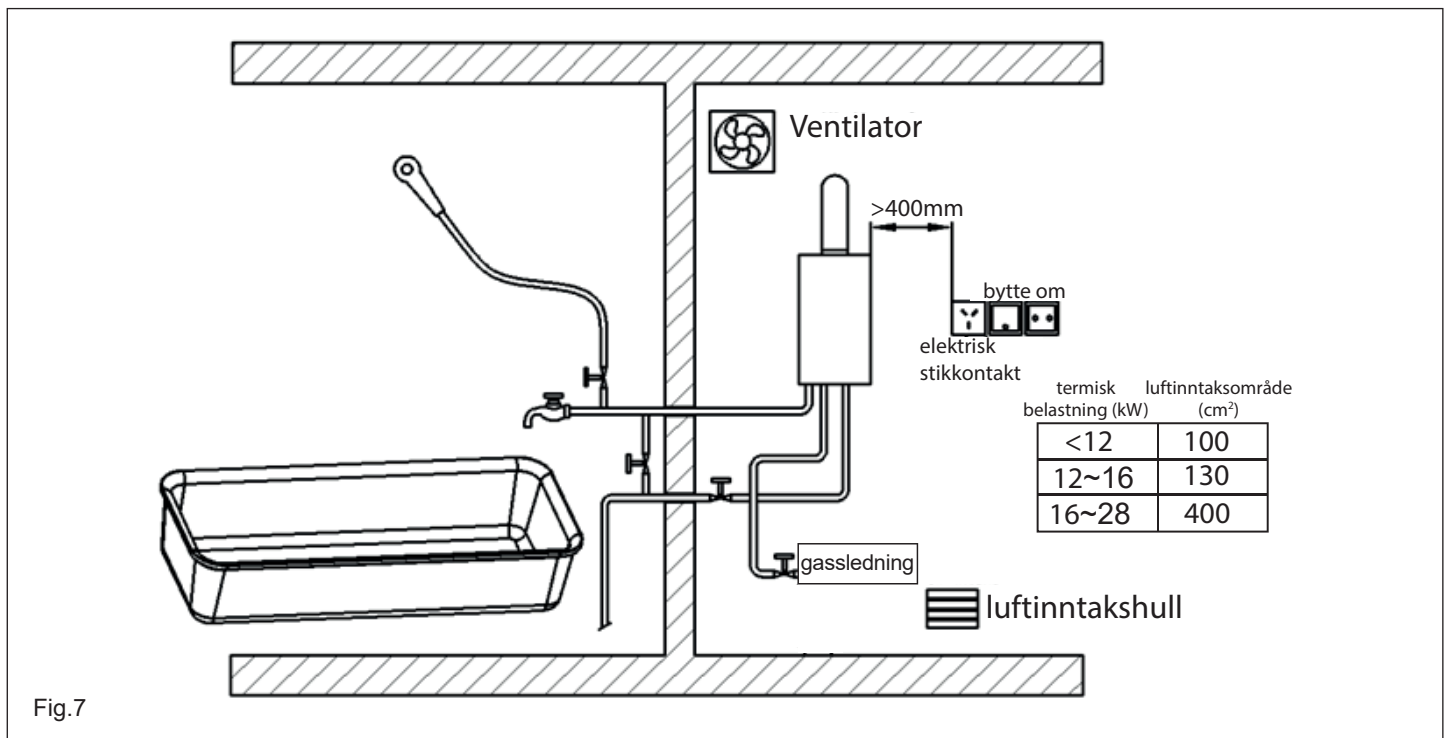

Fig.7
- I veggen må det lages en ventilasjonsåpning og en luftinngang for kobling med utsiden og dimensjonene på denne åpningen må ikke være lavere enn dem som er angitt i tabellen i Fig. 7. En eventuell lufterivte må installeres over apparatet og nivået på lufteåpningen må være plassert lavere enn apparatet. Apparatet må plasseres i en avstand på minst 400 mm fra elektriske brytere (Fig. 7) og det må ikke være noen ledninger eller elektriske apparater plassert høyere enn apparatet.